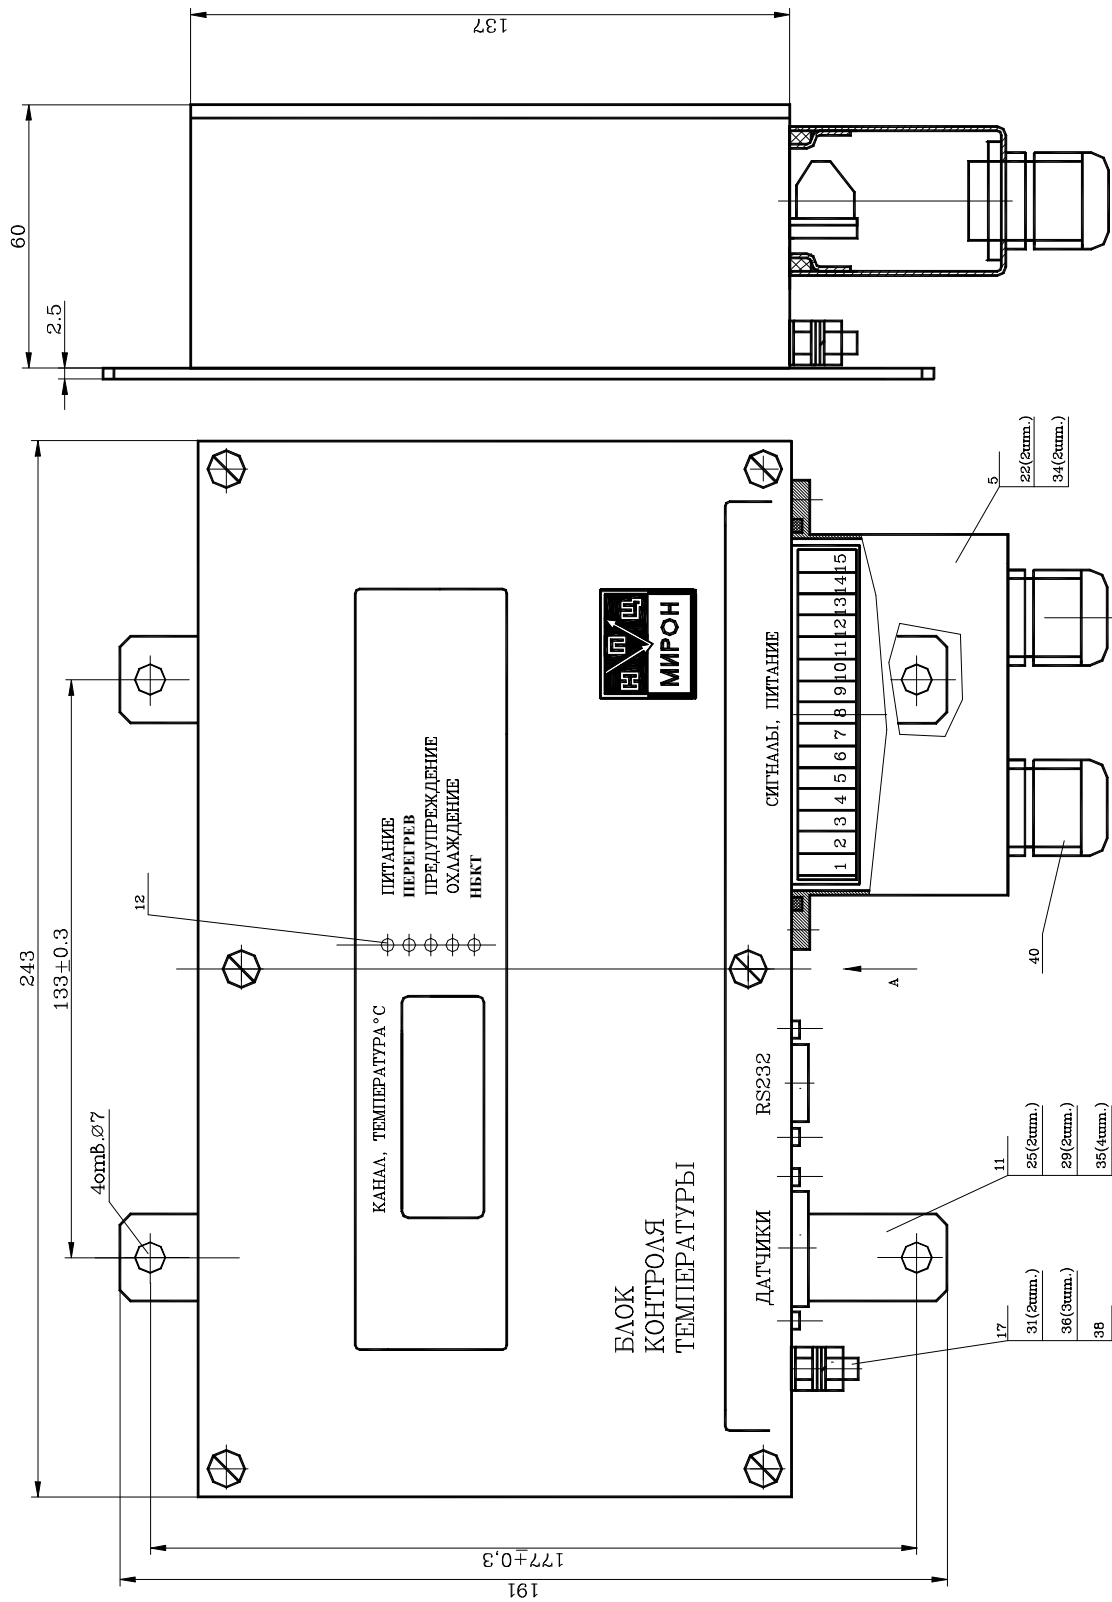

Рисунок 1 – Внешний вид блока контроля температуры
1.4.1.2 Блок контроля температуры крепится на кожухе трансформатора болтовыми соединениями при помощи дополнительных планок (рисунок 1).